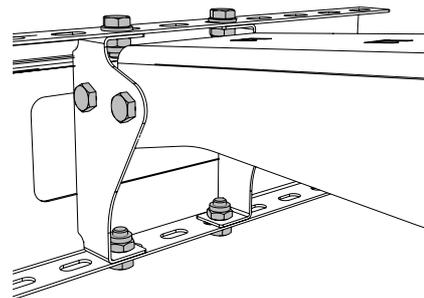

Abbildung 46. Montage mit Halterung für Abdeckplatte an der Ladebordwand
2. Befestigen Sie die Befestigungsplatte des Stellmotors am Arm, siehe Abbildung 46.